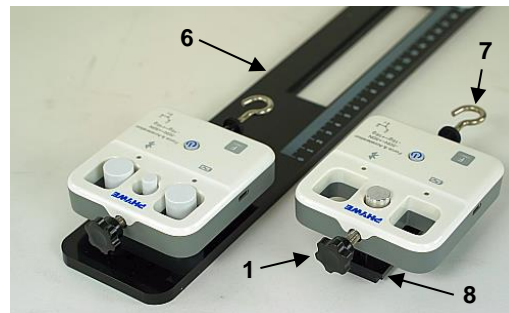

Abb. 3
3.2.1 Schrauben sie die beiden Cobra SMARTsense Force & Acceleration Sensoren mit Hilfe der Rändelschrauben (1) wie in Abb. 3 abgebildet auf die Grundplatten (6) und den Schlitten (8).